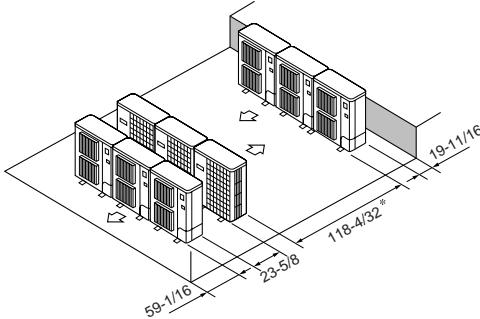

Fig. 2-13
⑥ Disposition pour plusieurs appareils parallèles (Fig. 2-13)